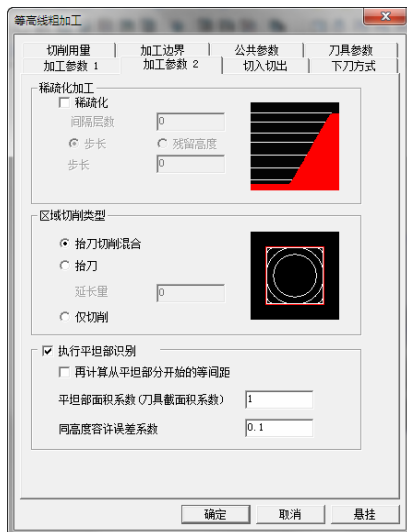

图 8-163 “加工参数 2”选项卡
2) 单击“加工参数 2”选项卡, 设置“区域切削类型”为“抬刀切削混合”, “稀疏化加工”和“执行平坦部识别”选系统默认, 具体如图 8-163 所示。